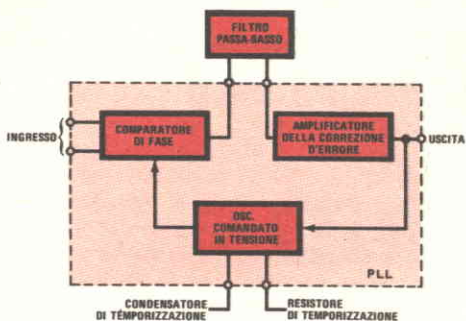

Fig. 1 - Sono qui illustrati i quattro componenti fondamentali di un circuito ad aggancio di fase.
Chiunque è in grado di valutare approssimativamente l'ampiezza di una stanza, anche se immersa nell'oscurità più completa, semplicemente generando dentro essa qualche rumore; a rendere possibile tale valutazione sono le caratteristiche del suono riflesso. Nella *fig. 1-a* è schematizzata la tipica curva di riverberazione sonora di un'ampia sala da concerto e nella *fig. 1-b* quella di una piccola stanza. In un ambiente piccolo il suono che arriva direttamente dalla sorgente sonora è seguito quasi istantaneamente da segnali riflessi relativamente forti, provenienti dalle superfici vicine; il "bombardamento" da parte delle onde riflesse continua fino a che l'energia sonora non si disperde verso l'esterno o viene assorbita nella collisione con quelle stesse superfici che riflettono parte di essa. In uno spazio ristretto la frequenza delle collisioni è assai alta, perciò l'assorbimento dell'energia avviene rapidamente.
*Fig. 1 - La curva a) mostra la caratteristica di riverberazione di una sala di notevoli dimensioni, la curva b) si riferisce invece ad un piccolo ambiente di ascolto; il disegno c) riunisce le due curve precedenti per mostrare come nella riproduzione della musica registrata sia la caratteristica b) a prevalere.*
fig. 1-a e della fig. 1-b, ottenendo la fig. 1-c, si nota che nell'istante immediatamente successivo alla cessazione del suono diretto la riverberazione di un ambiente piccolo è considerevolmente più forte di quella di una sala grande. Il risultato, almeno in teoria, è un momentaneo mascheramento della riverberazione della sala più vasta (che è registrata sul disco) da parte delle riflessioni che si manifestano nell'ambiente d'ascolto. Chi voglia farsi un'idea di che cosa ciò significhi in pratica, può far suonare con un normale sistema stereofonico la nota finale di una qualsiasi sinfonia o brano per organo: noterà che quando la musica cessa vi è un attimo di confusione prima che si possa udire attraverso gli altoparlanti il lento estinguersi della nota nella sala (che è registrato sul disco). In quale misura questo fenomeno possa in-
mentali (fig. 1): un rivelatore o comparatore di fase, un filtro passa-basso montato esternamente, un amplificatore del segnale di correzione dell'errore, un oscillatore comandato in tensione (VCO).